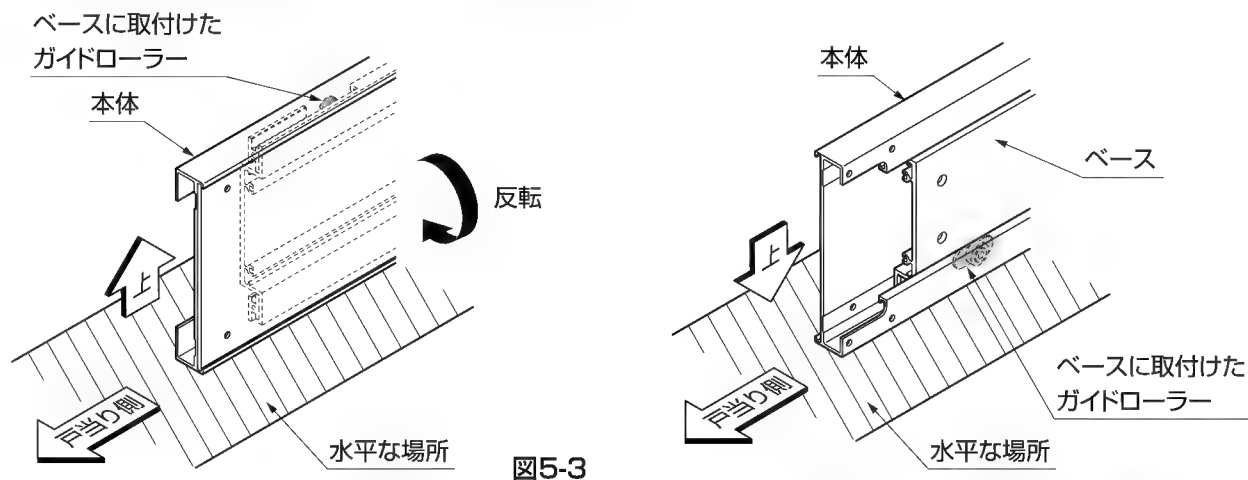

図5-3
- 調整の前に上下を反転してください。上下を反転させてからガイドローラーを調整しないとガイドローラーが機能せず、作動不良の原因になります。(図5-3参照)
- ①再び上下反転させ、実際に取付ける向きにしてください。(図5-3参照)